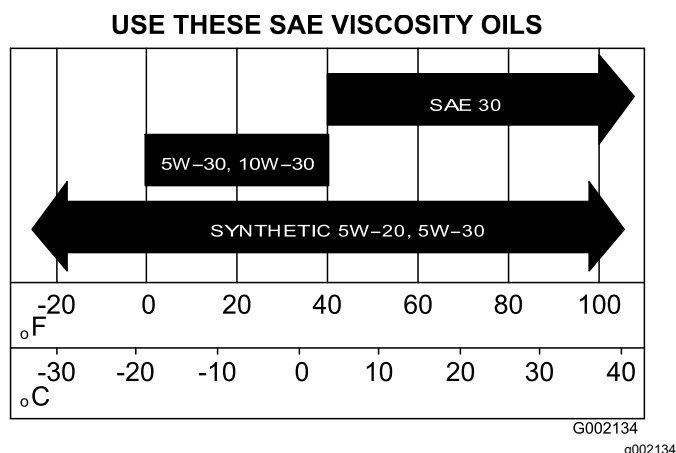

Figura 31
5. Encha o cárter com o óleo especificado (Figura 31).